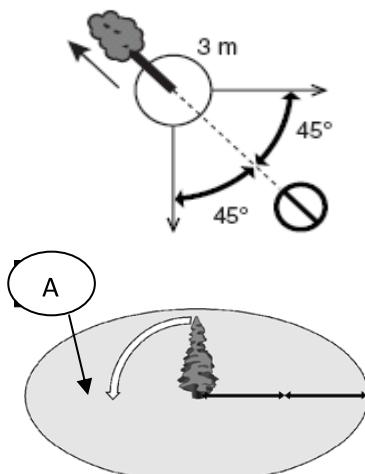

Рис.13
8. Обязательно выберите путь к отходу. Путь отхода должен быть направлен по диагонали в сторону, противоположную направлению падения, под углом 45 градусов, и вы должны отойти минимум на 3 метра от ствола, на тот случай, если во время падения комель дерева отскочит в сторону. Зона безопасности (A) должна быть не менее 2 1/2 высоты дерева (Рис.13).